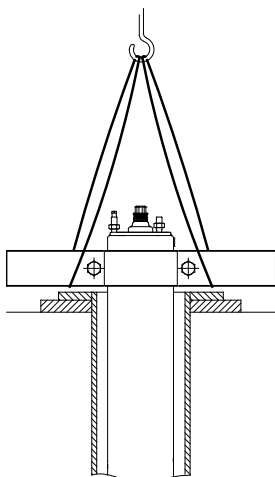

Fig. 18 Motor i vertikal stilling
2. Anbring motoren i vertikal stilling ved borerørsafslutningen, se fig. 18.